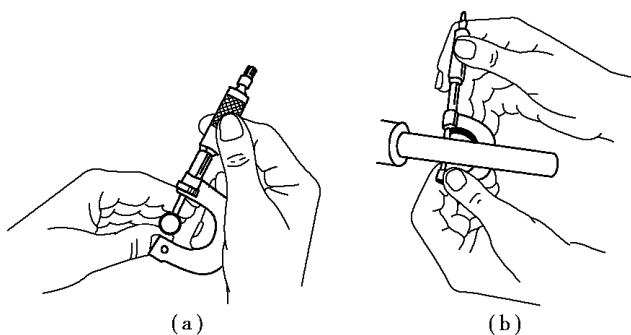

图 1.3.2 用外径千分尺测量
(1) 校核“0”点;
(2) 使用千分尺时,把要测量的物件放在测砧 2 和测微螺杆 3 端面之间(见图 1.3.2);
(3) 当转动微分筒 6 时,便促使测微螺杆 3 向前移动,直到测砧 2 和测微螺杆 3 都轻微地接触到零件,这时改旋测力装置直至听到“咔嚓”声为止;
(4) 取出外径千分尺读数,必要时可拧紧锁紧装置。
- 被测物件的尺寸大小能从刻度上读出,该刻度是标在固定套筒和微分筒上的(见图 1.3.2)。
- 小型物件可以像图 1.3.2(a) 中所示的那样进行测量。
- 对于较大的物件或固定着的物件,可按图 1.3.2(b) 所